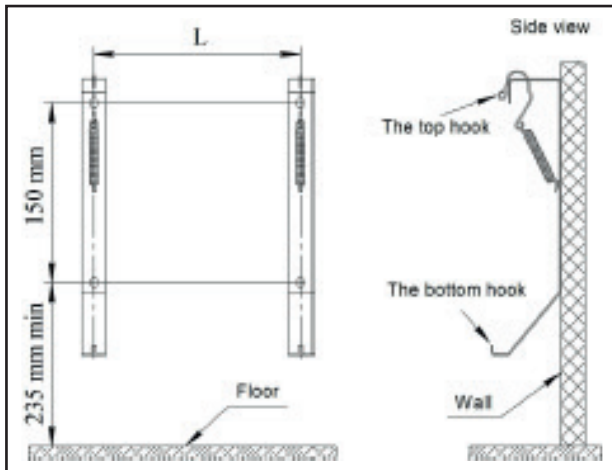

Abbildung 1
- an der Wand eine Markierung zur Befestigung anbringen (siehe Abb. 1, Tabelle 2);